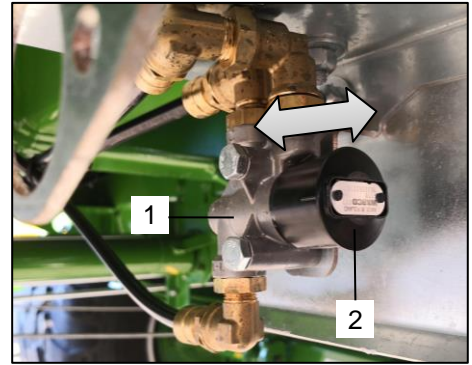

Bild 88: Funktionsweise des Löseventils
- Bild 88 / Pos. 1: Löseventil → schwarzer Knopf
- Zum Deaktivieren der Druckluft- Bremse drücken Sie den schwarzen Knopf (Bild 88 / Pos.2) des Löseventils (Bild 88 / Pos.1) rein.
- Zum Aktivieren der Druckluft- Bremse ziehen Sie den schwarzen Knopf (Bild 88 / Pos.2) des Löseventils (Bild 88 / Pos.1) wieder raus. Werden die Versorgungsleitungen der Druckluft- Bremse bei reingedrücktem schwarzem Knopf (Bild 88 / Pos.2) angekuppelt, schiebt sich der schwarze Knopf (Bild 88 / Pos.2) des Löseventils (Bild 88 / Pos.1) wieder automatisch in die Ausgangsposition.